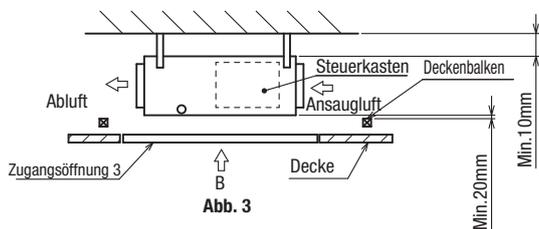

Abb. 3
- Wenn unter dem Gerät ein Raum von weniger als 300 mm zwischen dem Gerät und der Decke zur Verfügung steht. (Mindestens 20 mm Raum sollten dem Gerät verbleiben, wie in Abb.3 gezeigt)
- Wenn unter dem Gerät ein Raum von weniger als 300 mm zwischen dem Gerät und der Decke zur Verfügung steht. (Mindestens 20 mm Raum sollten unter dem Gerät verbleiben, wie in Abb.3 gezeigt)